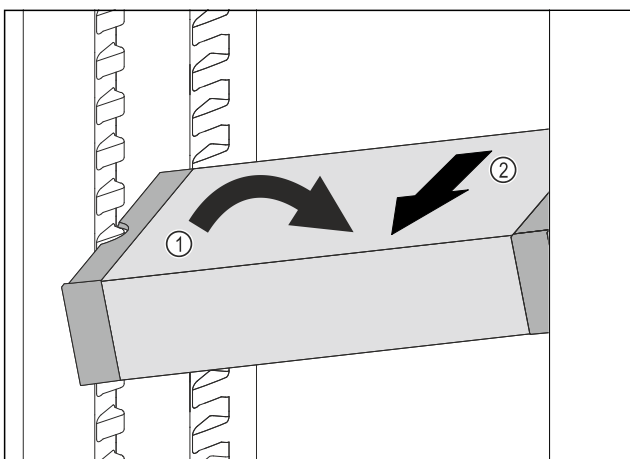

Fig. 117
- ▶ Наклонете VarioSafe в хладилната част. Fig. 117 (1)
- ▶ Извадете VarioSafe напред. Fig. 117 (2)